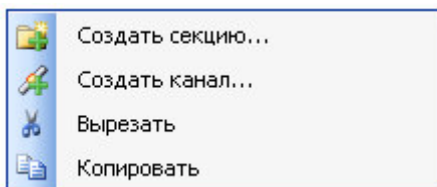

Рисунок 3.22 – Модуль Slave. Общий вид контекстного меню
- 3 Вызвать контекстное меню и выбрать соответствующую команду (рисунок 3.22).